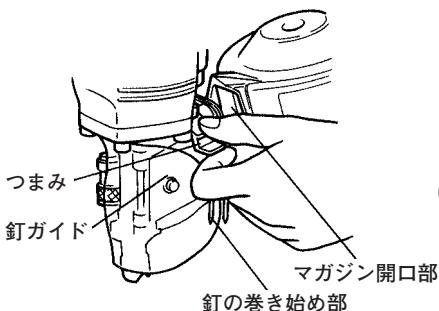

図 8
- 釘ガイドとつまみに指をかけ、つまみを下へ押してそのまま左へ開きます。(図8)